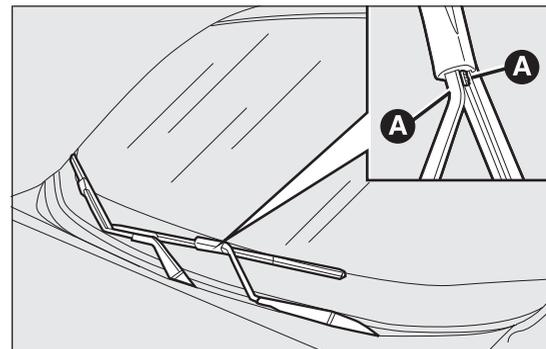

fig. 174
- premere sulle linguette A fig. 174 ed estrarre dal braccio la spazzola;